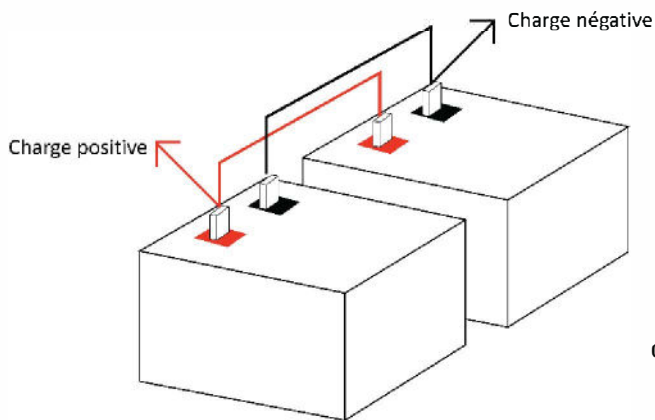
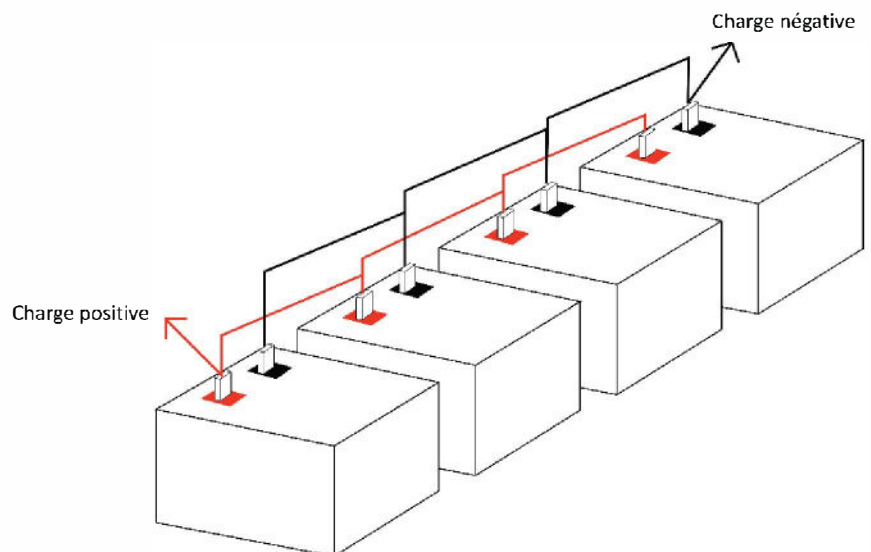

Figure 3.1 : Deux batteries 8D connectées en dérivation pour créer un banc de batteries 12V 540Ah
Figure 3.2 : Quatre batteries 8D connectées en dérivation pour créer une banque de batteries 12V 1,080Ah
7. Répétez les étapes 3 à 6 pour les batteries supplémentaires du système. Vous trouverez ci-dessous un exemple de connexion terminée dans les Fig. 3.1 et Fig. 3.2.